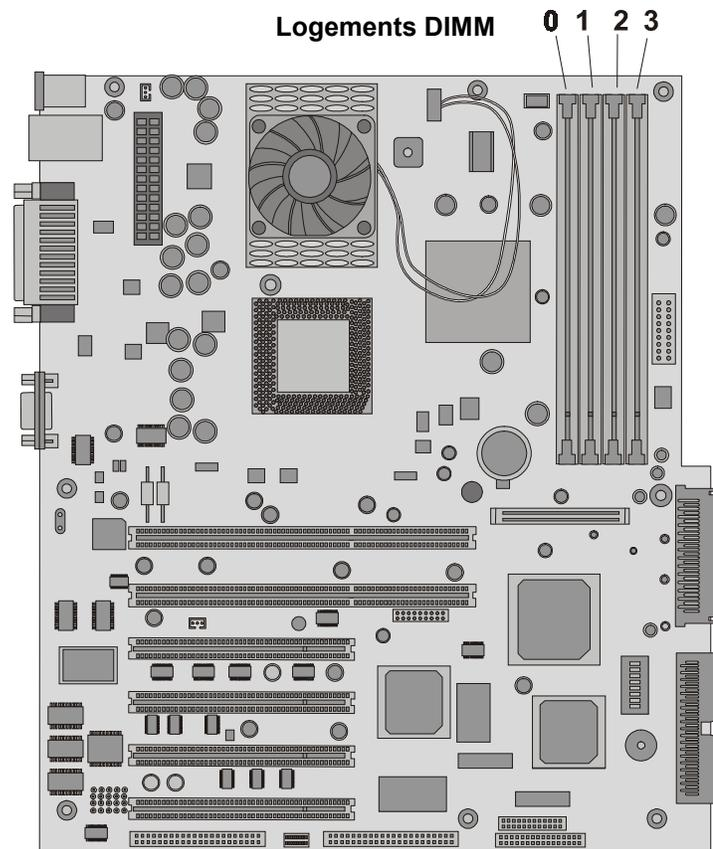

Figure 3-13. Logements DIMM sur la carte système
4. Choisissez un logement DIMM pour le module DIMM de votre choix. Voir Figure 3-13.